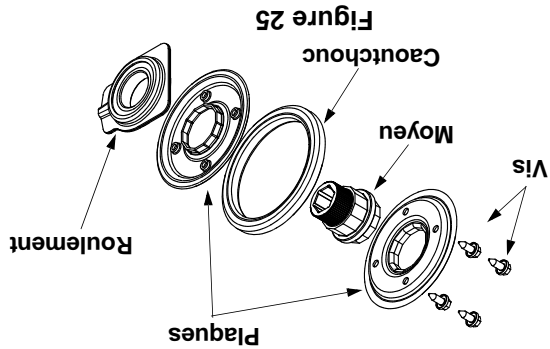

Figure 25
- de caoutchouc soit bien montée de façon fonctionnellement, il est très important que la bague force égale. Voir la Figure 25. Pour la propre quatre vis l'une après l'autre dans l'ordre avec une fonctionnement. Serrez les
- Enlevez les quatre vis de l'ensemble de la roue de frottement et retirez le caoutchouc de la roue de frottement de la plaque de serrage. Voir la Figure 25. Jetez le vieux caoutchouc.